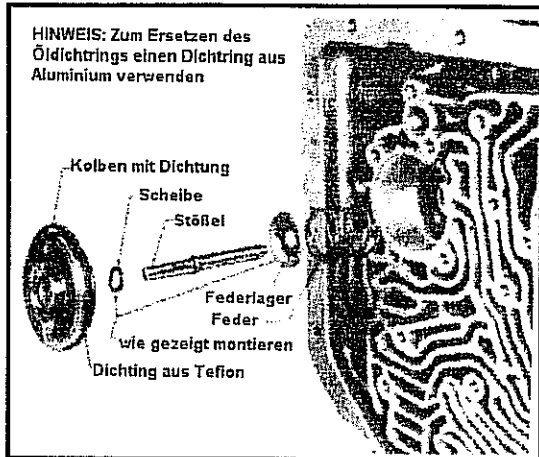

Abb. 10-146 Baugruppe des Betätigungskolbens für das Bremsband
- Den Betätigungskolben einbauen, daraufhin den Betätigungsstößel und die Federaufnahme einsetzen. Siehe Abb. 10-146.